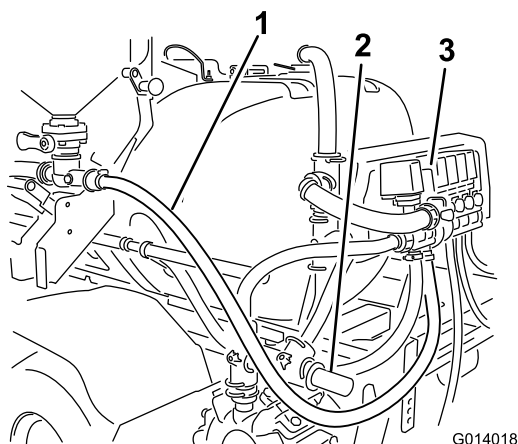

Figure 26
2. Acheminez l'extrémité ouverte du flexible d'alimentation vers l'arrière, après la pompe, puis revenez vers le bloc de vannes sous le clapet de décharge (Figure 26).
3. En restant sous le flexible d'agitation mais au-dessus du support gauche de la rampe centrale, faites remonter le flexible vers la vanne de mélange (Figure 26).